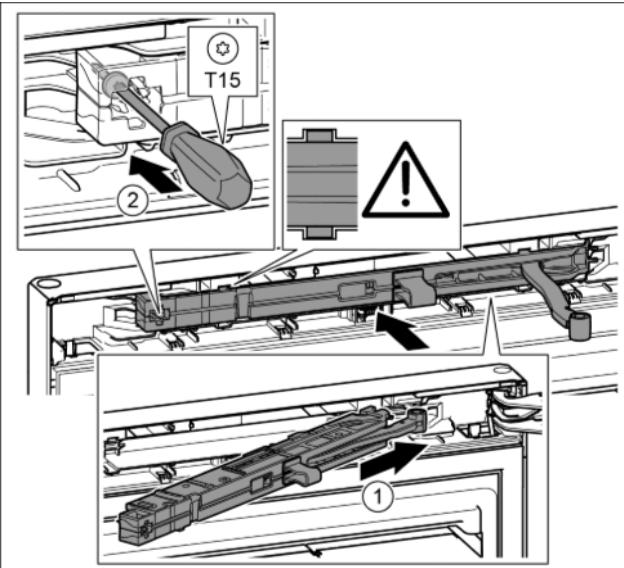

Fig. 19
- Під нахилом просуньте демпферний вузол з боку опорного кронштейна в отвір до упору. Fig. 19 (1)
- Закрутіть гвинт за допомогою викрутки T15. Fig. 19 (2)